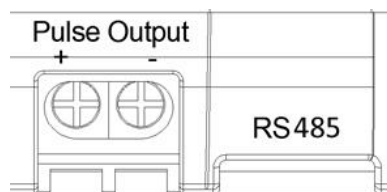

Рисунок 7 – Подключение интерфейса RS-485 счетчика
4.10 В модификациях счетчиков с интерфейсом RS-485 при необходимости подключить цепи интерфейса к соответствующим зажимам (рисунок 7).